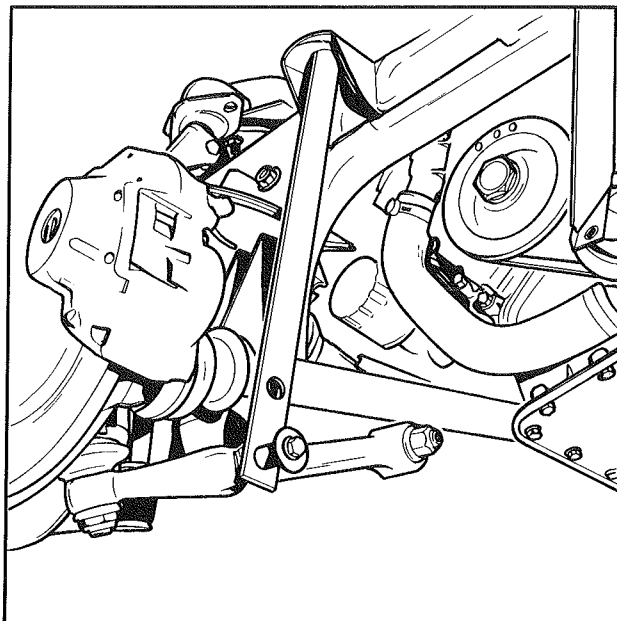

Fig. 4
- **Déposer les amortisseurs et les remplacer par les tiges de bridage de suspension afin d'éviter une contrainte sur les pistons des amortisseurs qui supporteraient toute la réaction des barres de torsion (voir fig. 4).**